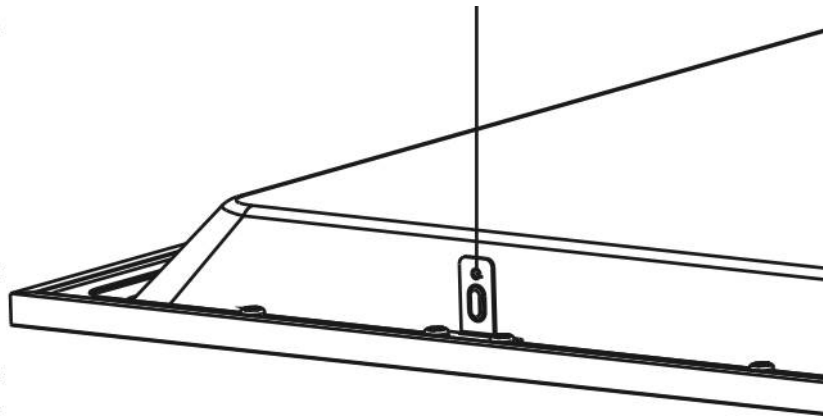

Рисунок 4 - Схема подвешного монтажа светильника
5.5.4 Подвесьте светильник на тросы и отрегулируйте высоту (см. рис. 4).